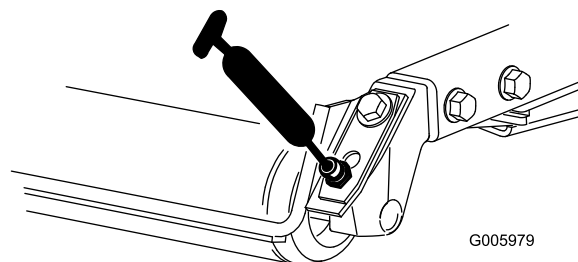

図 48
- 図 48 に示す、後ローラのベアリングカッティングユニット 1 台に 2 ヶ所